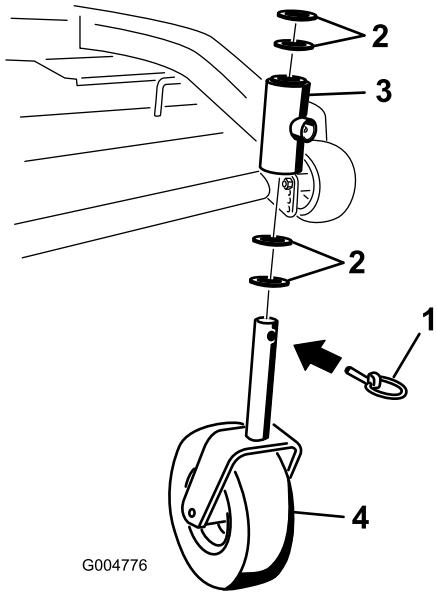

Figura 40
- Retire el pasador de bloqueo y los espaciadores de la parte superior de la horquilla de la rueda giratoria (Figura 40).
6. Inspeccione la horquilla de la rueda giratoria para determinar si está desgastada y cámbiela de ser necesario (Figura 40).
7. Deslice la horquilla a través de los casquillos del tubo de montaje. Cambie los espaciadores de la horquilla y sujetelos con el anillo de retención (Figura 40).